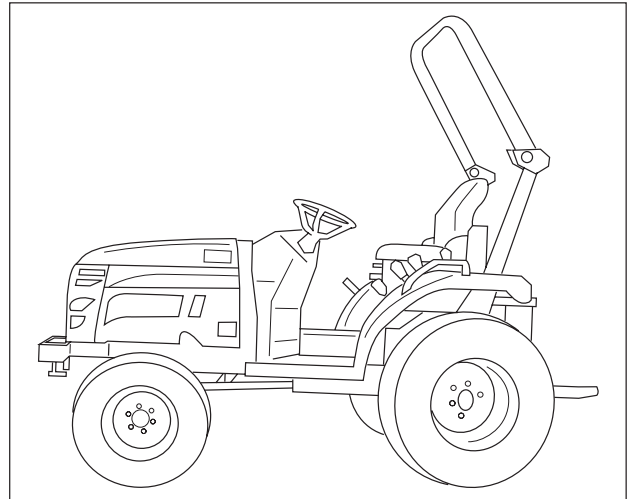

ABB. 81
**ABB. 81:** Bei zugeschaltetem Vorderachsantrieb drehen sich die Vorderräder und Hinterräder unterschiedlich schnell. Dadurch wird die Lenkung bei eingeschaltetem Allradantrieb erleichtert. Deshalb muss der Vorderachsantrieb abgeschaltet werden, wenn der Traktor für Transportfahrten oder auf hartem, trockenem Untergrund eingesetzt wird. Andernfalls kommt es zu einer raschen Abnutzung der Vorderreifen, eventuell auch zu Schäden am Triebstrang.